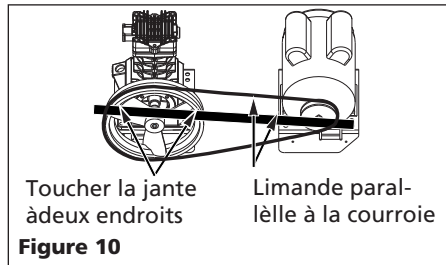

Figure 10
4. Pour aligner une courroie, placer une limande contre la face du volant, touchant la jante à deux endroits. (Voir Figure 10).